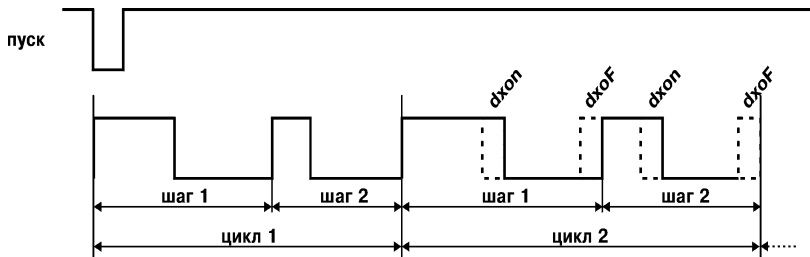

Рис. 4
3.1.2.6. После выполнения очередного цикла время длительности импульса в каждом шаге последовательности может автоматически изменяться на величину « dX_{on} », а время длительности паузы – на величину « dX_{oF} ». Для этого необходимо задать значения этих параметров отличными от нуля (рис. 4).